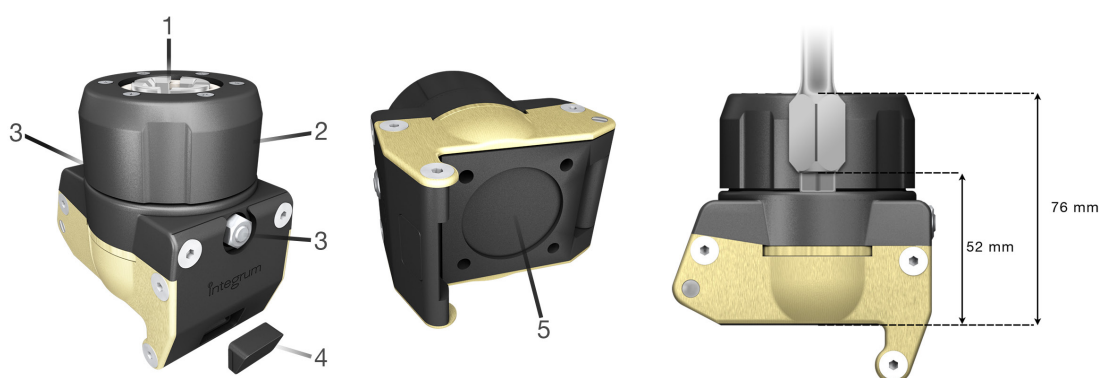

Figura 1. Descripción del producto.
Las siguientes piezas están marcadas en la Figura 1:
Altura de la parte inferior (marcada en la Figura 1)	52 mm
Altura total (marcada en la Figura 1)	76 mm
Fije los componentes protésicos (p. ej., adaptador piramidal, prótesis de rodilla, etc.) al Axor™ II utilizando las técnicas habituales y de conformidad con las instrucciones de uso del fabricante de los componentes protésicos. Use tornillos M6 para conectar los componentes protésicos a la configuración de 4 orificios en la parte inferior del Axor™ II (n.º 5 en la Figura 1). La longitud de los tornillos depende de los componentes protésicos utilizados, pero se recomienda usar tornillos lo más largos posible sin exceder la profundidad de rosca de 12 mm en el Axor™ II.
La tapa de la placa frontal del Axor™ II está situada en un orificio (n.º 4 en la Figura 1) que permite el acceso a los tornillos de ajuste de los componentes protésicos. Extraiga suavemente la tapa desde la parte de atrás con una herramienta (p. ej., un destornillador).
La parte superior del Axor™ II tiene cuatro mordazas cónicas con una abertura cuadrada para el Abutment (n.º 1 en la Figura 1). Las mordazas se ajustan con un mecanismo de tornillo manual (el agarre se muestra como n.º 2 en la Figura 1).
1. Afloje las dos tuercas de alineación (n.º 3 en la Figura 1) media vuelta como máximo.